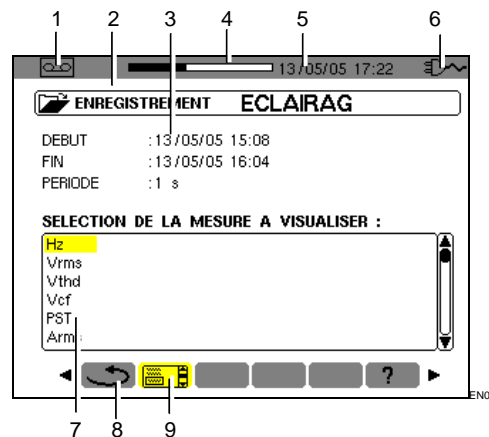

Figure 51 : Exemple d'écran de sélection d'un enregistrement de mesure.
6.	Retour à l'écran précédent (Figure 51).